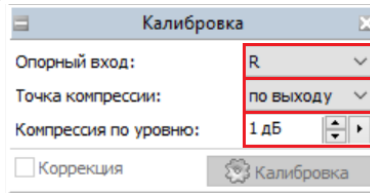

Рисунок 15. Выбор типа канала.
6. В панели управления «Калибровка» установить опорный вход, тип точки компрессии и её уровень (рис. 15).